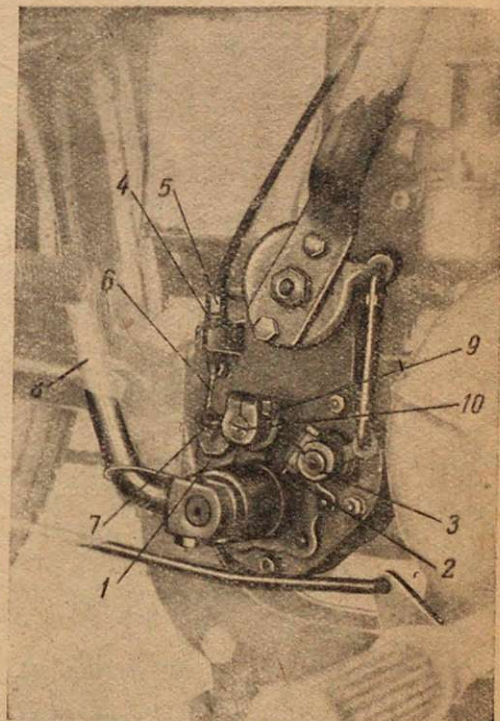
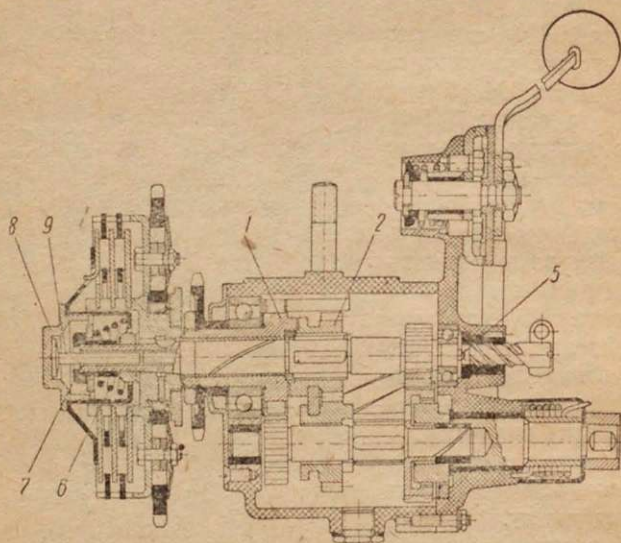

Рис. 14.
Рис. 15.
Наличие большого количества трущихся деталей в коробке передач требует от водителя особого внимания к смазке. Отсутствие или недостаточное количество смазки в коробке передач приводит к повышенному износу всех трущихся деталей и даже к разрушению их. Коробка передач постоянно должна быть наполнена маслом до уровня наливного отверстия (1) (рис. 14).
Чтобы правильно установить передачи, нужно отпустить совершенно гайку болта хомутика (2) (рис. 14), затем повернуть валик переключения (до отказа, по часовой стрелке), вставив отвертку в шлиц (3), имеющийся в его торце. При этом следует проворачивать заднее колесо, чтобы кулачки подвижной шестерни (2) вступили в зацепление с кулачками основной шестерни (1) (рис. 15). Рычаг переключения поставить в такое положение, чтобы зуб фиксаторной планки вошел в край-
нюю впадину поводка рычага перевода скоростей (см. рис. 3). Это положение соответствует включенной третьей передаче. Когда передача установлена, необходимо крепко затянуть гайку хомутика (рис. 14). При правильной установке передач риски на хомутике должны совпадать с рисками на торце валика переключения.
3. Отверните контргайку (4) (рис. 14) и заворачивайте упор оболочки троса (5) до тех пор, пока конец троса (6) не перестанет натягиваться концом хомутика (7). После этого закрепите контргайку и проверьте сцепление.
4. Если регулировка упором оболочки троса не достигает цели и конец хомутика (7) упирается в заливную пробку, то упор оболочки (5) выверните немного вверх, отпустите гайку хомутика (9), вставьте отвертку в шлиц червяка выжима дисков (10) и поверните его по часовой стрелке до тех пор, пока не почувствуете, что конец червяка уперся в стержень (5) (рис. 15). Затем отведите конец хомутика (7) (рис. 14) вниз так, чтобы трос начал натягиваться. После этого закрепите гайку хомутика (9) и контргайку упора оболочки троса.
5. Если диски все же продолжают буксовать, то необходимо подтянуть пружину сцепления (6) при помощи гайки (7) (рис. 15). Для этого снимите щиток передней цепи, отверните гайку (8), выньте толкатель (9) и заверните гайку 7 до упора. После этого отверните ее обратно на 1—1,5 оборота, чтобы создать необходимый ход выжима (шаг нарезки гайки равен 1,5 мм, а ход выжима 3,5—4 мм). После этого поставьте на место гайку (8) и щиток цепи.